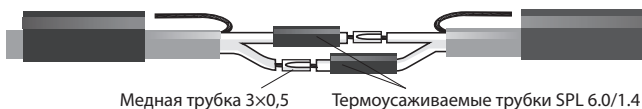

Рисунок 7
4.9. Защищенные нагревательные жилы продеть с разных сторон в медную трубку 3×0,5 мм (длина 10 мм), соблюдая материал жилы, и обжать кримпером НТ236Е до плотного соединения согласно рис. 7.